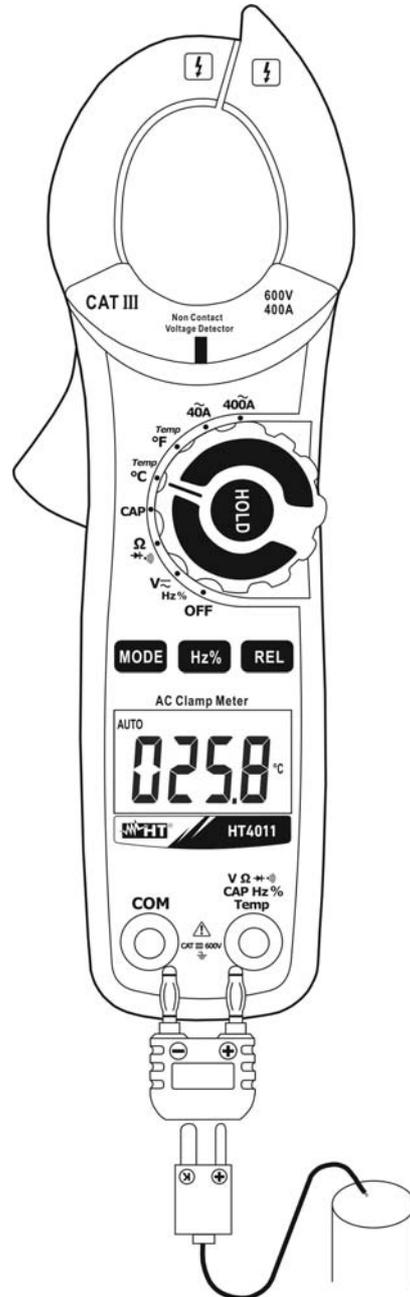

Fig. 8 : Utilisation de la pince pour mesure de température
2. Insérer la sonde à fil de type K de dotation dans les bornes d'entrée **V Ω → CAP Hz % Temp** et **COM** par l'adaptateur correspondant, en respectant la polarité montrée en Fig. 8. La valeur de température apparaît à l'écran.